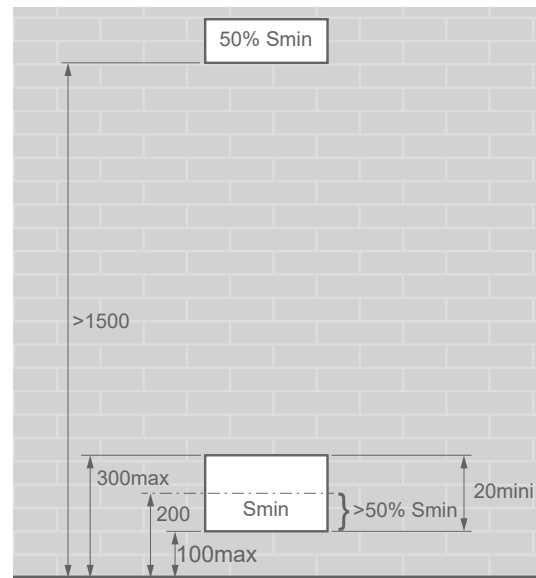
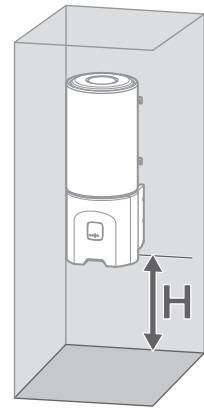

fig. 24 - Position des ouvertures pour la ventilation
fig. 25 - Surface minimum d'installation
- Conformément à la norme **IEC 60-335-2-40**, le module hydraulique de la PAC ainsi que toutes les liaisons frigorifiques qui traversent le domaine habité doivent être installés dans des pièces respectant la surface minimale (*fig. 25*).
si la surface minimale (*fig. 25*) ne peut être respectée, suivre les instructions de la *fig. 27* pour prendre en compte les surfaces des pièces adjacentes et la création des aérations (voir *fig. 24* et *fig. 26*).
Voir fig. 25
Voir fig. 24 et fig. 26